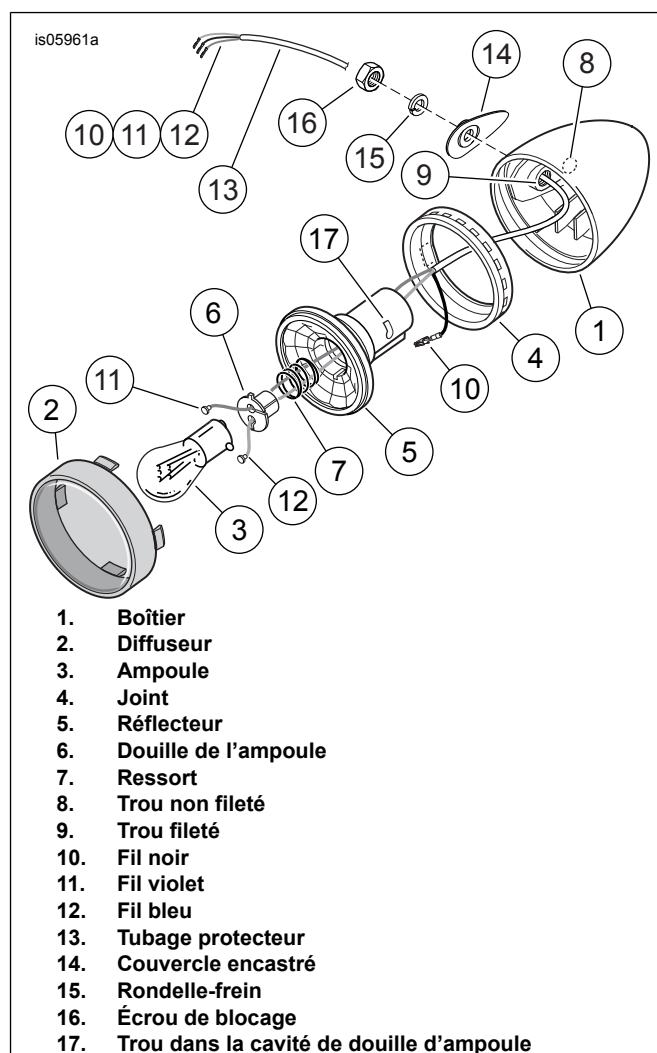

Figure 2. Feu de stop/arrière/de direction (côté droit illustré)
9. Voir Figure 2. Introduire la lame d'un petit tournevis dans la fente au bas du diffuseur (2) du feu de stop/arrière/de direction du côté gauche et la tourner pour détacher le diffuseur du boîtier (1). Enfoncer l'ampoule (3) et la tourner dans le sens antihoraire pour la retirer. Mettre le diffuseur et l'ampoule de côté pour les installer ultérieurement.